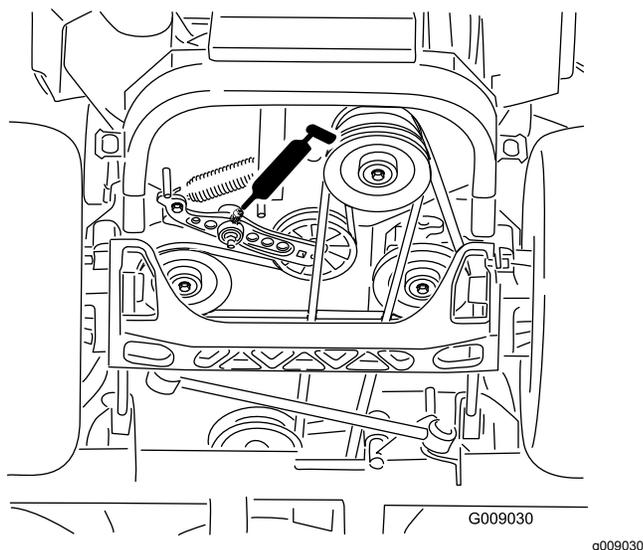

Figure 46
5. Graissez le bras de tension de la courroie d'entraînement (Figure 46).